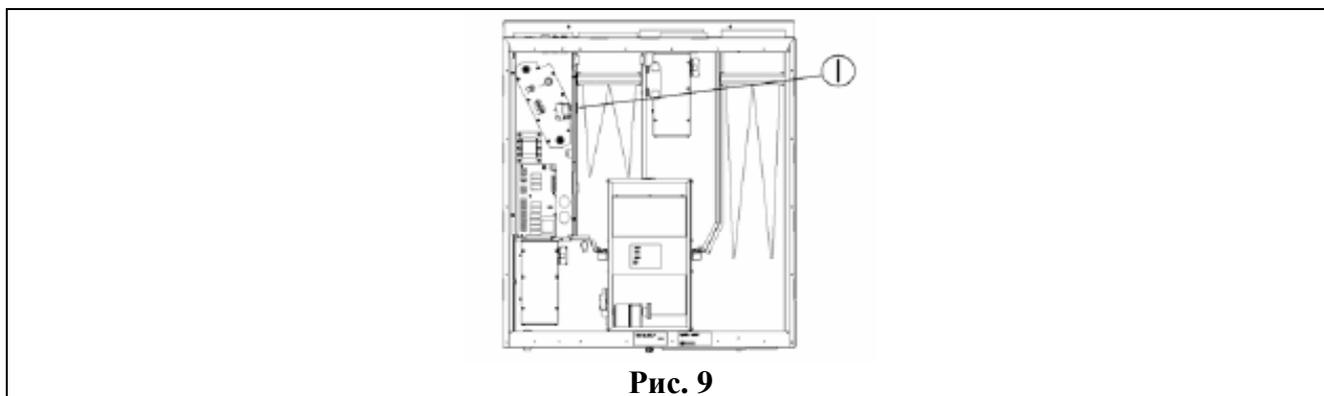

Рис. 9
- б) Проверьте, находится ли пожарный термостат в положении Сигнализации аварии. Если необходимо перезапустите нажатием кнопки «I» в агрегате (Рис. 9).
Em T Y = Отсоединился термостат защиты от перегрева (для сброса см. рис. 9)